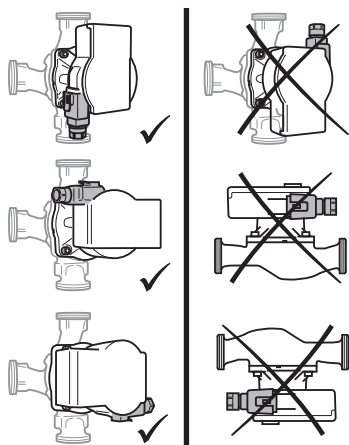

Fig. 2: Paigaldusasendid
- Paigalduskoht tuleb valida vastavalt lubatud paigaldusasendile (Fig. 2).
- Hoidke mootoripead (2+6) kinni ja keerake 4 korpuse kruvi (5) välja.
- Jälgige lubatud paigaldusasendit (Fig. 2) ja suunanoolt pumbakorpusel (1).
- Keerake 4 korpuse kruvi (5) kinni.